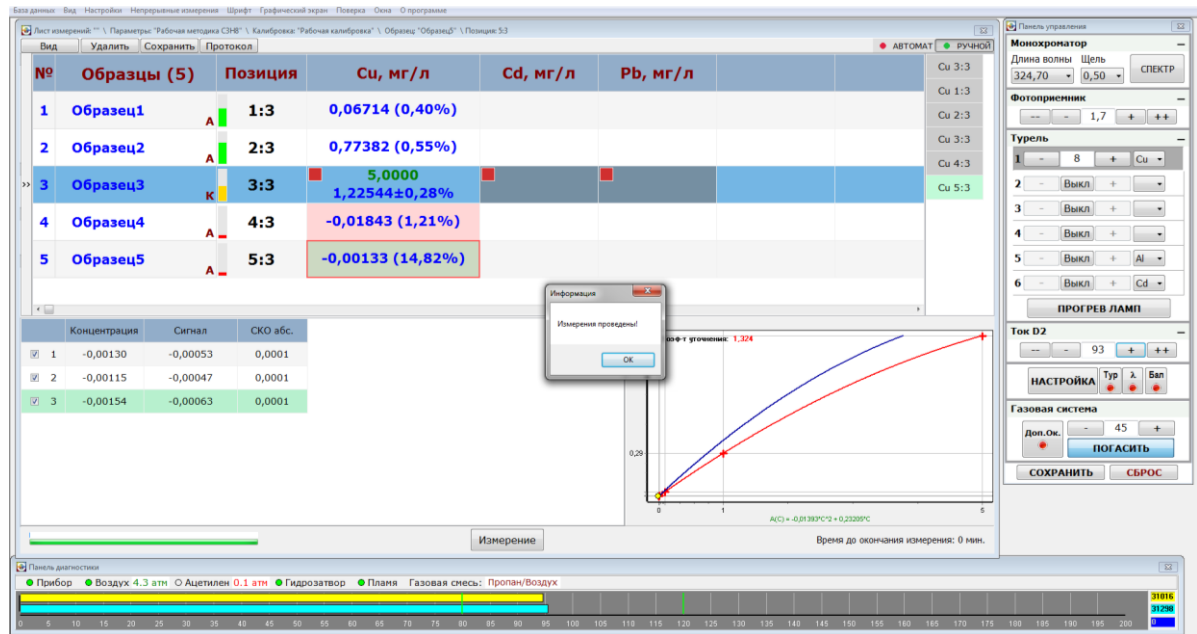

Рис. 50 Окно «Лист измерений» проведение измерений с устройством выбора образца.
9. По окончании измерений будет выведено информационное окно рис. 50.
**ПРИМЕЧАНИЕ:** В процессе измерений датчик манипулятора УВО-04 следит за уровнем пробы и фонового раствора. По мере расхода пробы манипулятор корректирует своё положение, не допуская нахождения капилляра для забора пробы выше уровня жидкости. Информация об уровне выводится в ячейках «Позиция»: **зелёный** цвет – стакан с пробой полный, **жёлтый** – уровень пробы в районе середины, **красный** – уровень минимум. Ячейка с результатом измерений, где был зафиксирован минимальный уровень жидкости выделяется цветом рис. 50. При достижении минимального уровня жидкости в чаше с фоновым раствором измерения прерываются и выводится предупреждающее сообщение.